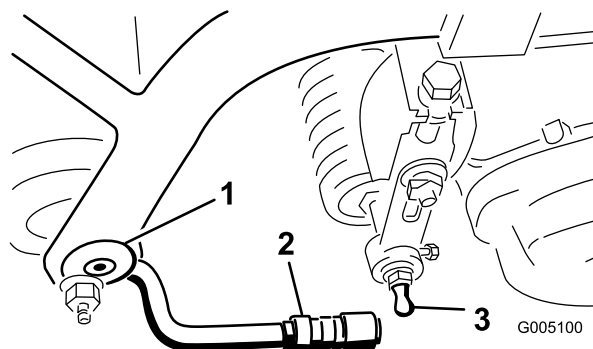

Figure 8
- Placez une rondelle et une rotule à chaque extrémité du rouleau avant sur les plateaux de coupe (Figure 8).
- Repoussez la gaine sur la rotule et tournez le bras de traction vers le bas pour que la boîte s'adapte sur la sphère. Relâchez la gaine pour qu'elle vienne recouvrir le goujon et solidarise les ensembles (Figure 8).